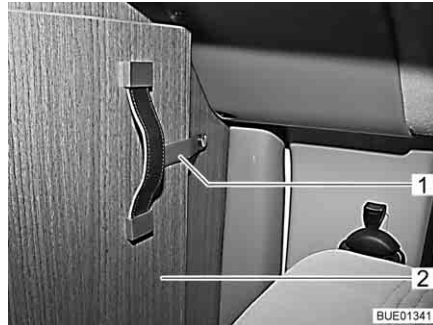

Fig. 41 Reggetta di sicurezza
- Sciogliere la reggetta di sicurezza (Fig. 41,1) dalla parte ribaltabile della separazione cabina di guida (Fig. 41,2).